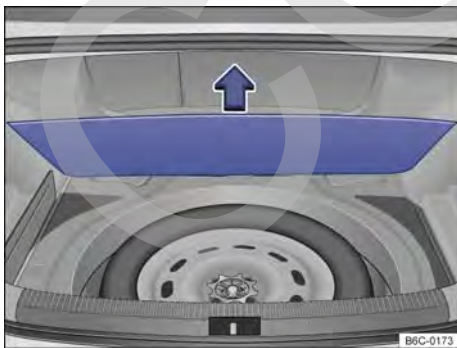

Fig. 121 En el maletero, por debajo del revestimiento del piso: rueda de emergencia y herramientas de a bordo.
Las herramientas de a bordo y la rueda de emergencia están ubicadas en el maletero, debajo de la moqueta → fig. 121.
- Levantar el revestimiento del maletero → fig. 121.